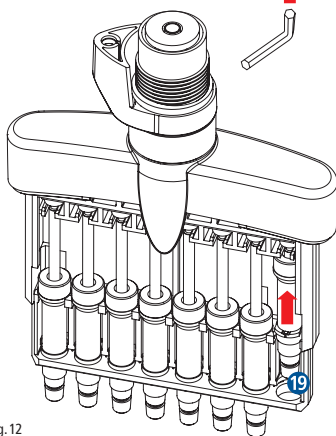
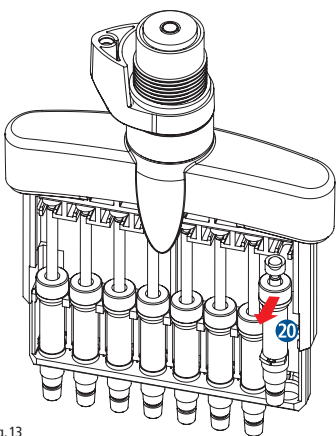

Fig. 12
Fig. 13
- El cilindro del émbolo 19 se empuja hacia arriba (Fig. 12), la unidad del émbolo completa 20 se puede quitar hacia adelante (Fig. 13) y limpiar externamente con una solución desinfectante. Lubrique el émbolo de nuevo con grasa de émbolo USA Scientific original (véase también 8 Información de pedido).